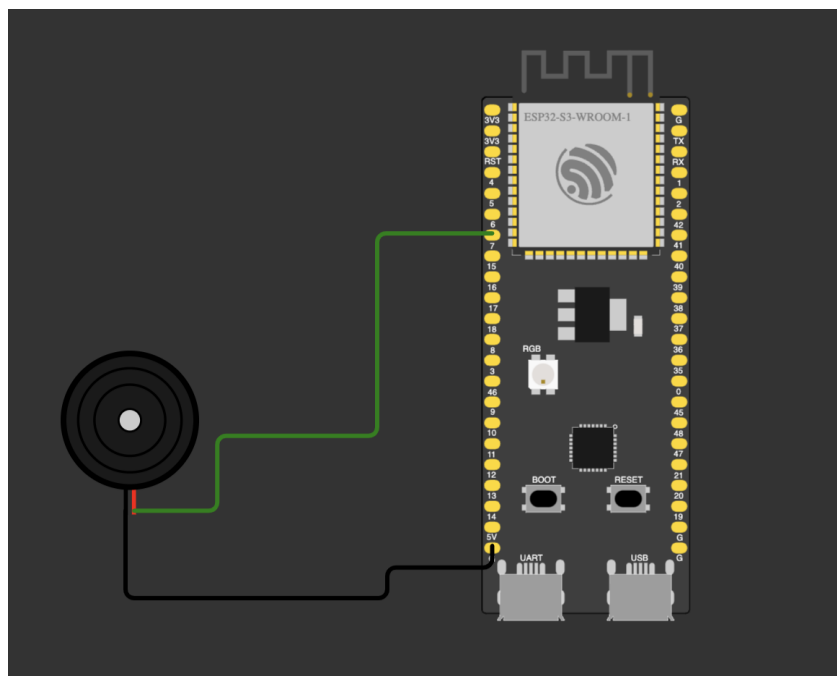

Figura 2: Buzzer
2. Será necessário um buzzer. Para instalá-lo colocaremos um lado do jumper macho-macho na porta 7 do ESP32-S3 e o outro que será conectado no polo positivo (representado por um símbolo de "+") do buzzer. Já o polo negativo (lado oposto do "+") será conectado no ground. (figura 2)